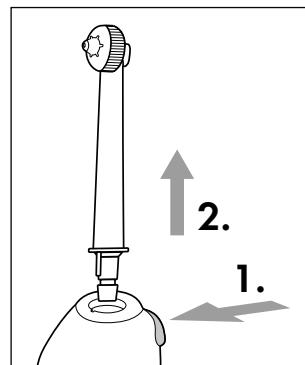

Abb.3
- ◆ Zum Abnehmen der Aufsteckdüse ❷ drücken Sie den Entriegelungsknopf ❽ am Handteil ❻ und ziehen Sie dann die Aufsteckdüse ❷ vom Handteil ❻ ab (siehe Abb. 3).